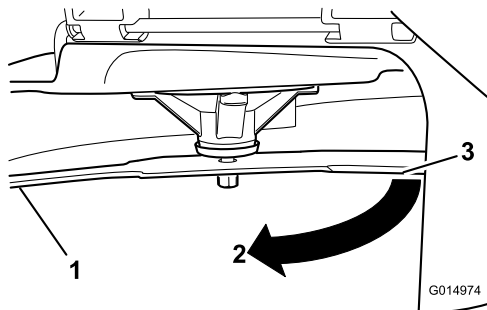

Figure 112
3. Seconde distance mesurée entre la lame et la surface (B)
4. Tournez la même lame de 180 degrés pour amener le tranchant opposé à la même position (Figure 112).